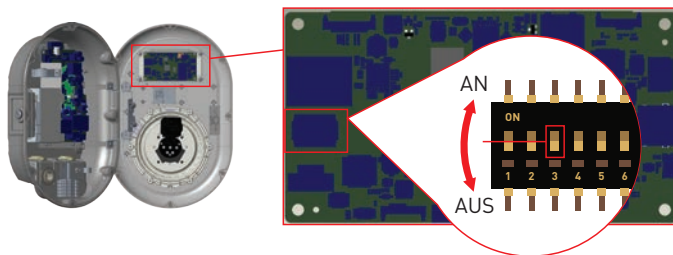

Abbildung.30
- Wenn Sie die WebConfig Benutzeroberfläche aktivieren möchten, die dritte Position des Dip Schalters sollte sich in der „OFF“ Position befinden, wie in Abbildung 30 dargestellt.
- Wenn Sie die WebConfig Benutzeroberfläche deaktivieren möchten, sollte sich die dritte Position des Dip Schalters in der Position „ON“ befinden, wie in Abbildung 30 dargestellt.